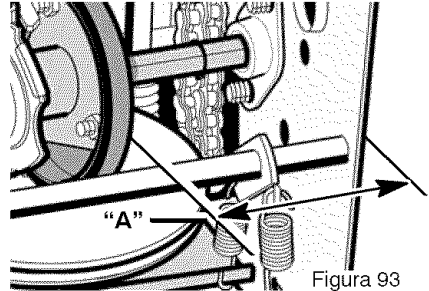

Figura 93
7. Fíjese en la posición de la **rueda de fricción** (consulte la Figura 93). La distancia correcta "A" desde el lado derecho de la **rueda de fricción** hasta la parte exterior de la caja del motor es la siguiente:
3. Mueva la **rueda de fricción** a la posición correcta (Figura 93).